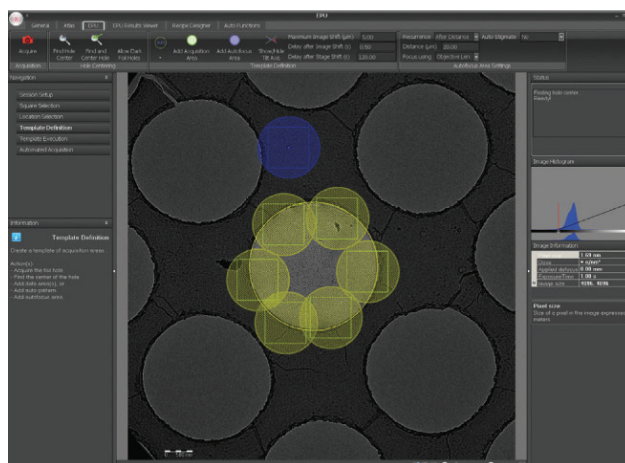

Рисунок 3: Настройка шаблона для записи выбранных углублений.
3. Выбор алгоритма съемки. Оператор выбирает из набора шаблонов мест для производства съемки наиболее пригодный для данного образца (Рис. 3).